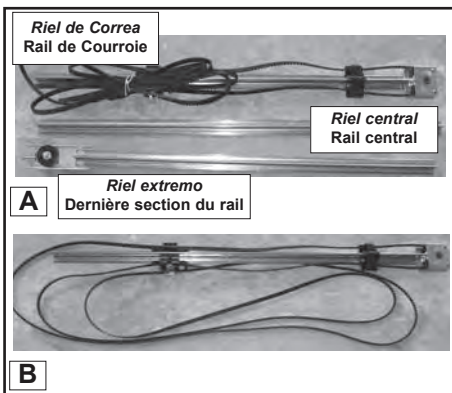

FIG. 1-2 Secciones partidas de riel.
3. Quite las dos secciones de riel que no están conectadas a la cadena y póngalas en el piso (Fig. 1-2, A).
4. Cuidadosamente quite la tercera sección de riel con cadena y camisa de plástico.onga la sección de riel en el piso y extienda la cadena recta fuera. (Fig. 1-2, B). La cadena y riel deben extenderse aproximadamente 7 pies.
3. Enlever les deux sections de rail qui ne sont pas connectés à la chaîne et les poser sur le sol (Fig. 1-2, A).
4. Enlever soigneusement le troisième rail avec la chaîne et le manchon en plastique. Placer la section du rail sur le sol et étendre la chaîne. (Fig. 1-2, B). La chaîne et le rail doivent s'étendre à environ 7 pi (2,13 m).
3. Retirez les deux sections de rail qui ne sont pas raccordées à la courroie et placez-les sur le sol (Fig. 1-2, A).
4. Enlevez la troisième section de rail avec courroie avec précaution. Placez la section de rail sur le sol, retirez les attaches de la courroie et étalez celle-ci (Fig. 1-2, B). Évitez de tordre ou de plier la courroie en la manipulant avec soin et en la maintenant à plat sur le sol. La courroie et le rail doivent s'étendre sur environ 2,1 m (7 pi).
3. Quite las dos secciones que no están conectadas a la correa y colóquelas en el piso (Fig. 1-2, A).
4. Con cuidado quite la tercera sección del riel con la correa y colóquela en el piso. Quite los amarres de la correa y extiéndala. (Fig. 1-2, B). Para evitar que la correa se retuerza o se de vuelta, con cuidado trate de mantenerla plana en el piso. La correa y el riel deben extenderse aproximadamente 7 pies (2,1 m).